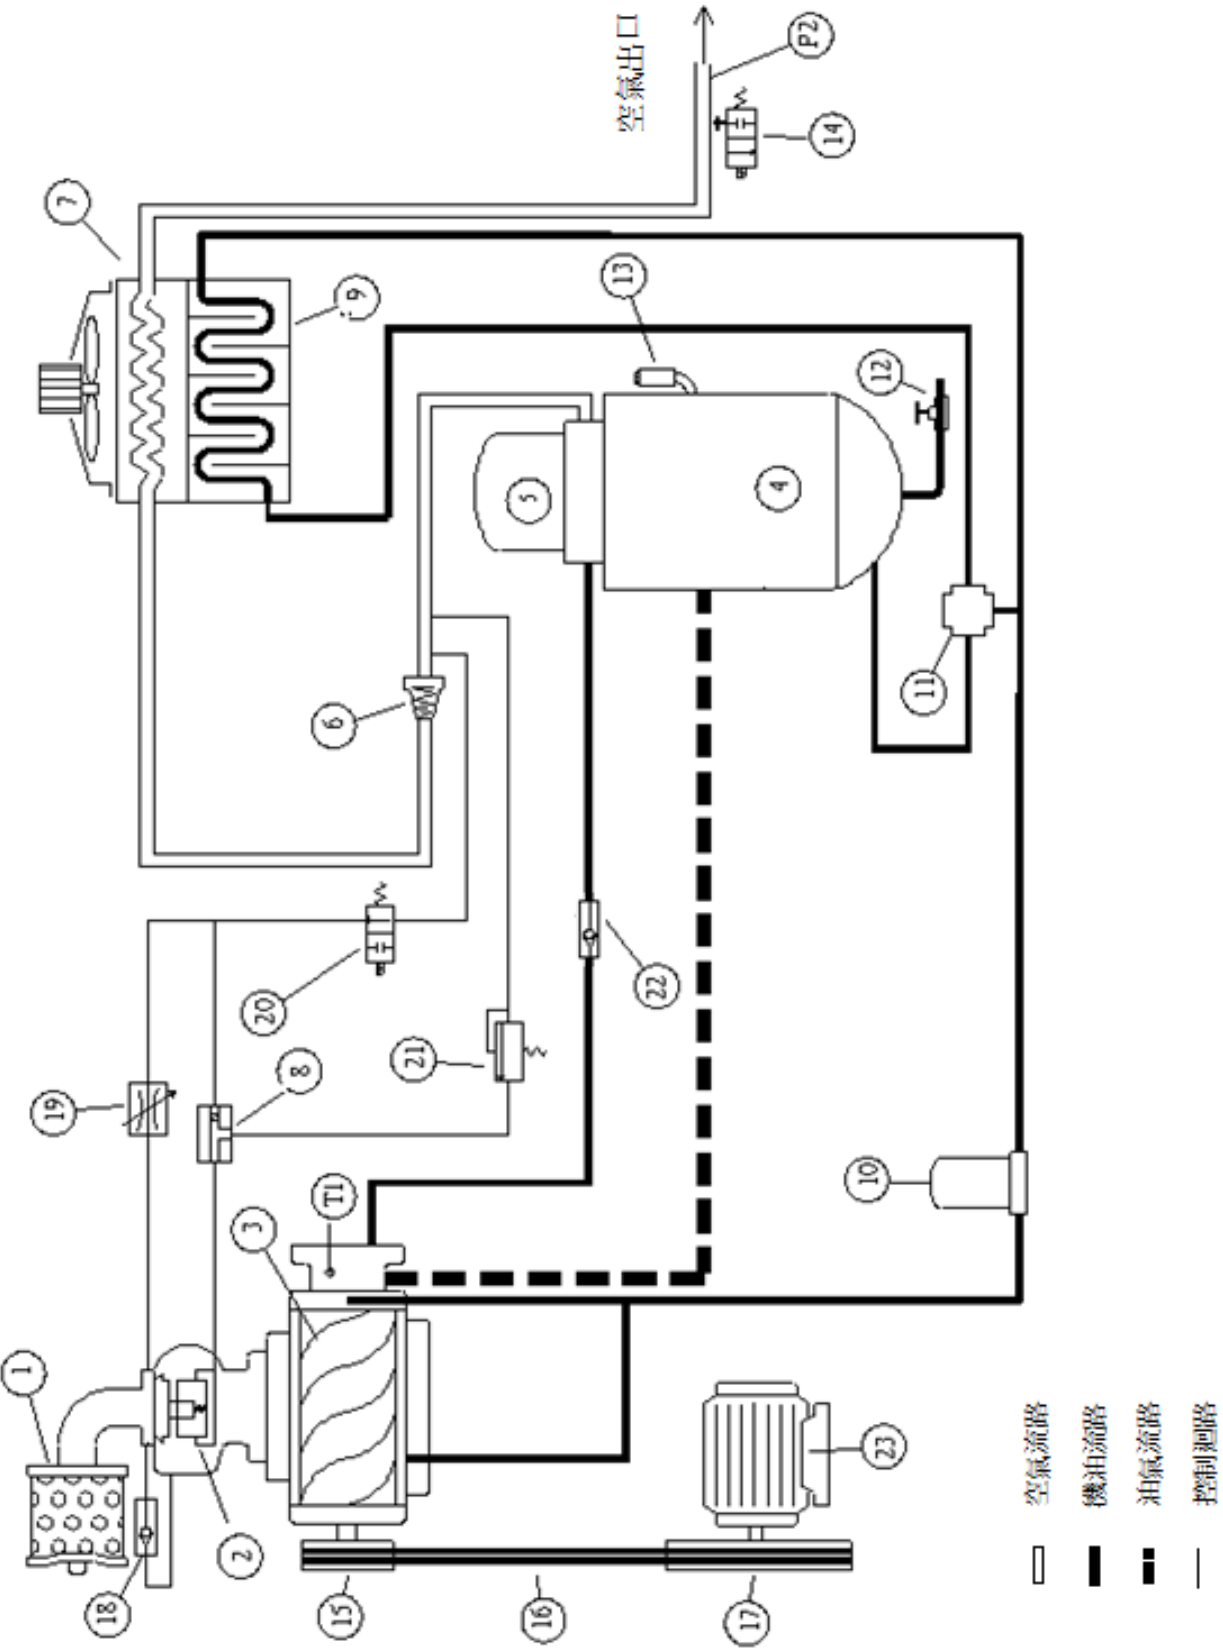

图 4.5.1 气冷系统流程图
4.2 空气压缩机组（参照图 4.5.1 与图 4.5.2 系统流程图）